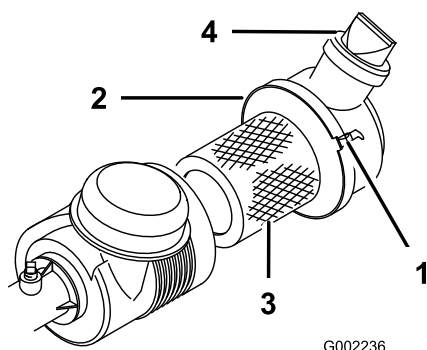

Figura 38
Controllate la struttura del filtro dell'aria per verificare che non vi siano danni che potrebbero causare una perdita d'aria. Assicuratevi che lo scodellino parapolvere sia saldamente sigillato sul filtro dell'aria. Sostituite il filtro dell'aria se danneggiato. Comprimate la valvola (Figura 38) prima di ogni utilizzo per pulirla da polveri e detriti. Eseguite la manutenzione del filtro dell'aria ogni 100 ore.
3. Allentate la cinghia del filtro dell'aria che tiene fissato il coperchio del filtro al corpo del filtro stesso (Figura 38) e separate il coperchio dal corpo.
7. Fissate saldamente la cinghia (Figura 38).
4. Installate il coperchio con la valvola diretta verso il basso e fissate la cinghia (Figura 38).